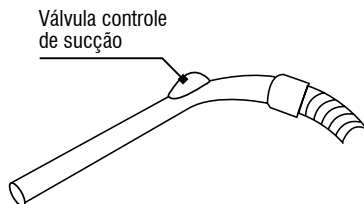

Fig. 18 – Regulação da força de sucção
3. É possível regular a sucção do aspirador. Quando for aspirar materiais mais frágeis, abra a válvula de sucção. Desta forma a força de aspiração será menor, conforme mostra a Fig. 18.